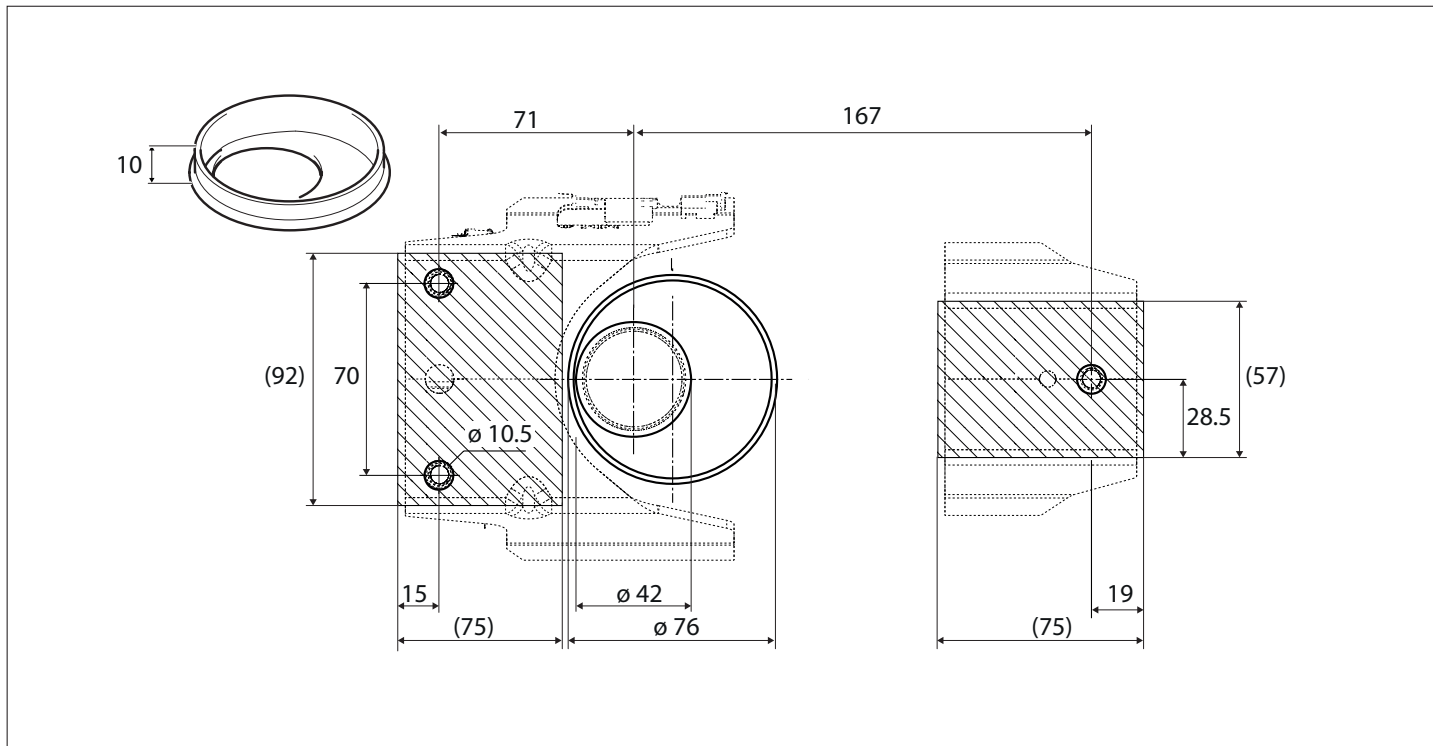

Fig. 05: Punti di fissaggio (anello di protezione optional) (in mm)
- ▶ Prevedere punti di fissaggio adeguati nel veicolo, v. Fig. 05.
- ▶ Proteggere la tubazione dei gas di scarico dal contatto con il combustibile. All'occorrenza, saldare l'anello di protezione sulla piattaforma in modo da evitare un contatto tra combustibile e tubazione calda dei gas di scarico, v. Fig. 05.